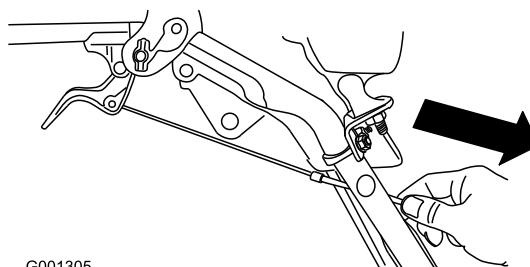

Figure 8
1. Serre-câble (2)
4. Tirez doucement sur la gaine du câble jusqu'à ce que le levier d'embrayage de roue soit abaissé et que le câble soit tendu. Serrez ensuite fermement l'écrou de serrage du câble (Figure 8).